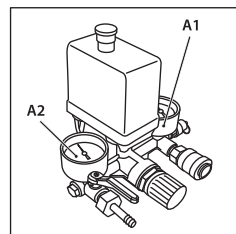
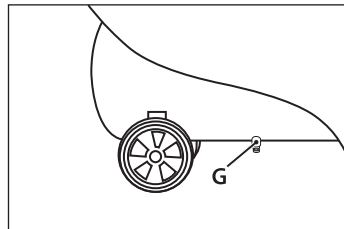

рис. 9
рис. 10
Ресивер оборудован манометром (A1) (рис. 9) для контроля давления, а также клапаном для слива (удаления) конденсата (G) из ресивера (рис. 10).
При первом запуске компрессор должен проработать без нагрузки около 10 минут с полностью открытым регулятором давления выходного воздуха и клапаном слива конденсата из ресивера (рис. 10).